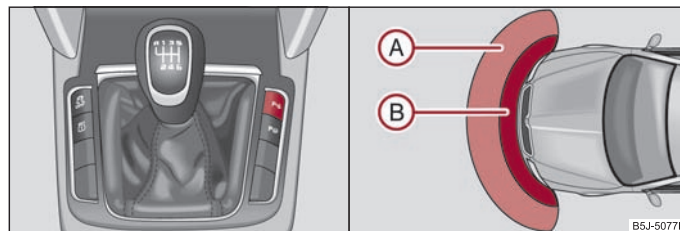

Fig. 132 Activarea sistemului de asistență la parcare/ Sistemul de asistență la parcare: Zona de acțiune a senzorilor din față
Avertizarea pornește la o distanță de 120 cm față de obstacolul din fața autovehiculului (zona A ⇒ fig. 132) și de 160 cm față de obstacolul din spatele autovehiculului (zona B ⇒ fig. 132). Odată cu micșorarea distanței, se scurtează intervalele dintre semnale.
Sistemul de asistare la parcare se activează, când contactul motor este pus, la selecția **treptei de marșarier** sau la apăsarea tastei ⇒ pagina 128, fig. 132 - în tastă se aprinde simbolul **P**. Activarea va fi confirmată prin emiterea unui ton scurt.
Sistemul de asistare la parcare se dezactivează prin apăsarea tastei **P** ⇒ pagina 128, fig. 132 sau la viteze peste 10 km/h - simbolul **P** din tastă se stinge.
- Dacă după activarea sistemului se emite circa 3 secunde un semnal sonor, iar în jurul autovehiculului nu se găsește nici un obstacol, înseamnă că există o defecțiune în sistem. Defecțiunea este semnalizată și prin clipirea simbolului **P** din tasta ⇒ pagina 128, fig. 132. Defectul trebuie remediat de către o unitate autorizată.